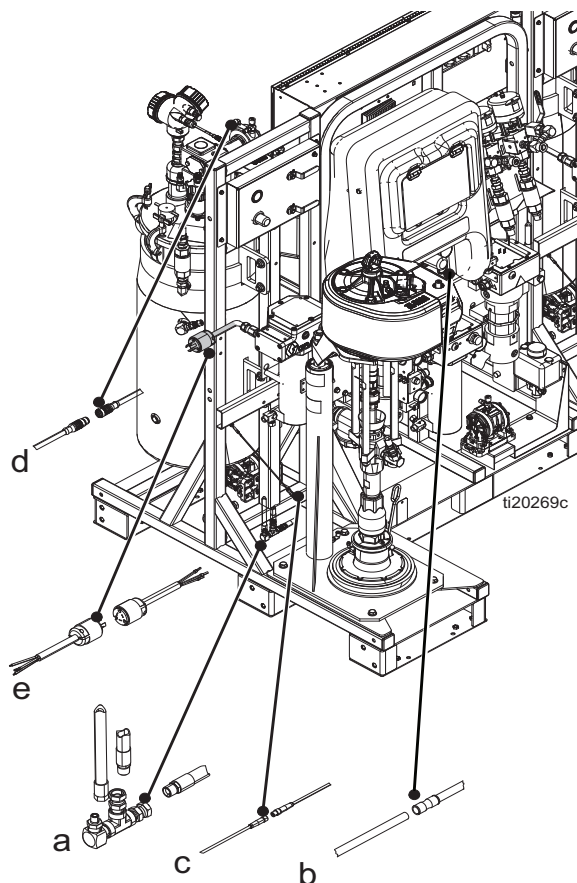

FIG. 15
- a. Collegare il flessibile dell'aria rosso da 1,27 cm (1/2 in.) alla giunzione girevole. Vedere "a" nella FIG. 15.
- b. Collegare il tubo di segnale dell'aria con diametro esterno da 0,63 cm (1/4") al tubo con un apposito connettore. Questo è il segnale pilota della pompa di alimentazione. Vedere "b" nella FIG. 15.
- c. Collegare il cavo piccolo con un connettore M8 al corrispondente connettore M8. Vedere "c" nella FIG. 15.
- d. Collegare il cavo grande con un connettore M12 al corrispondente connettore M12. Questa è la connessione del sensore di livello. Vedere "d" nella FIG. 15.